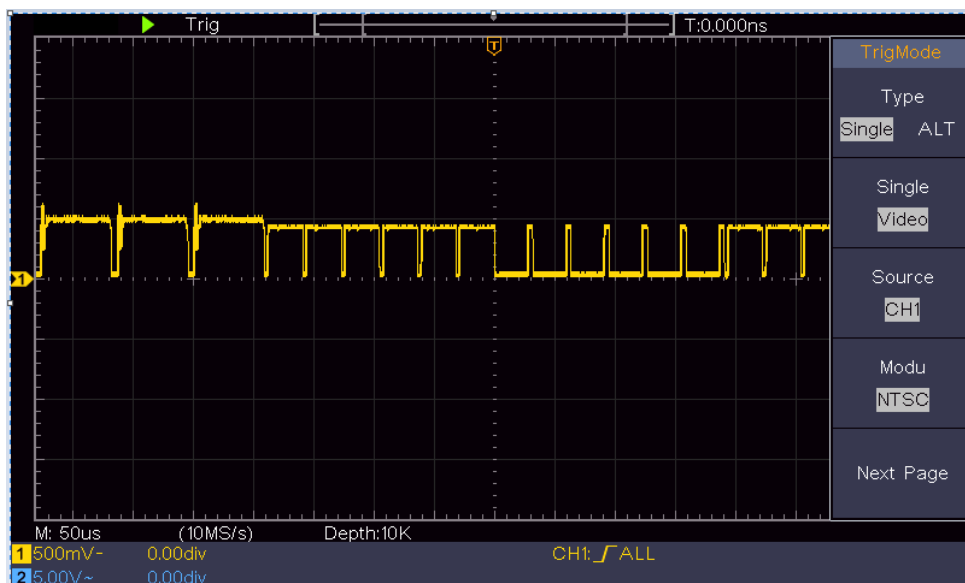

Abbildung 6-7 Vom Video Field Trigger erfasste Wellenform
- (1) Drücken Sie die Taste **Trigger Menu**, um das rechte Menü anzuzeigen.
- (2) Wählen Sie im rechten Menü **Typ** als **einzeln**.
- (3) Wählen Sie im rechten Menü **Einzel** als **Video**.
- (4) Wählen Sie im rechten Menü **Quelle** als **CH1**.
- (5) Wählen Sie im rechten Menü **Modu** as **NTSC, PAL oder SECAM**.
- (6) Drücken Sie im rechten Menü auf **Nächste Seite** und wählen Sie **Synchronisieren** als **Feld**.
- (7) Drehen Sie die Knöpfe **Vertikale Skala**, **Vertikale Position** und **Horizontale Skala**, um eine korrekte Wellenformanzeige zu erhalten (siehe *Abbildung 6-7*).